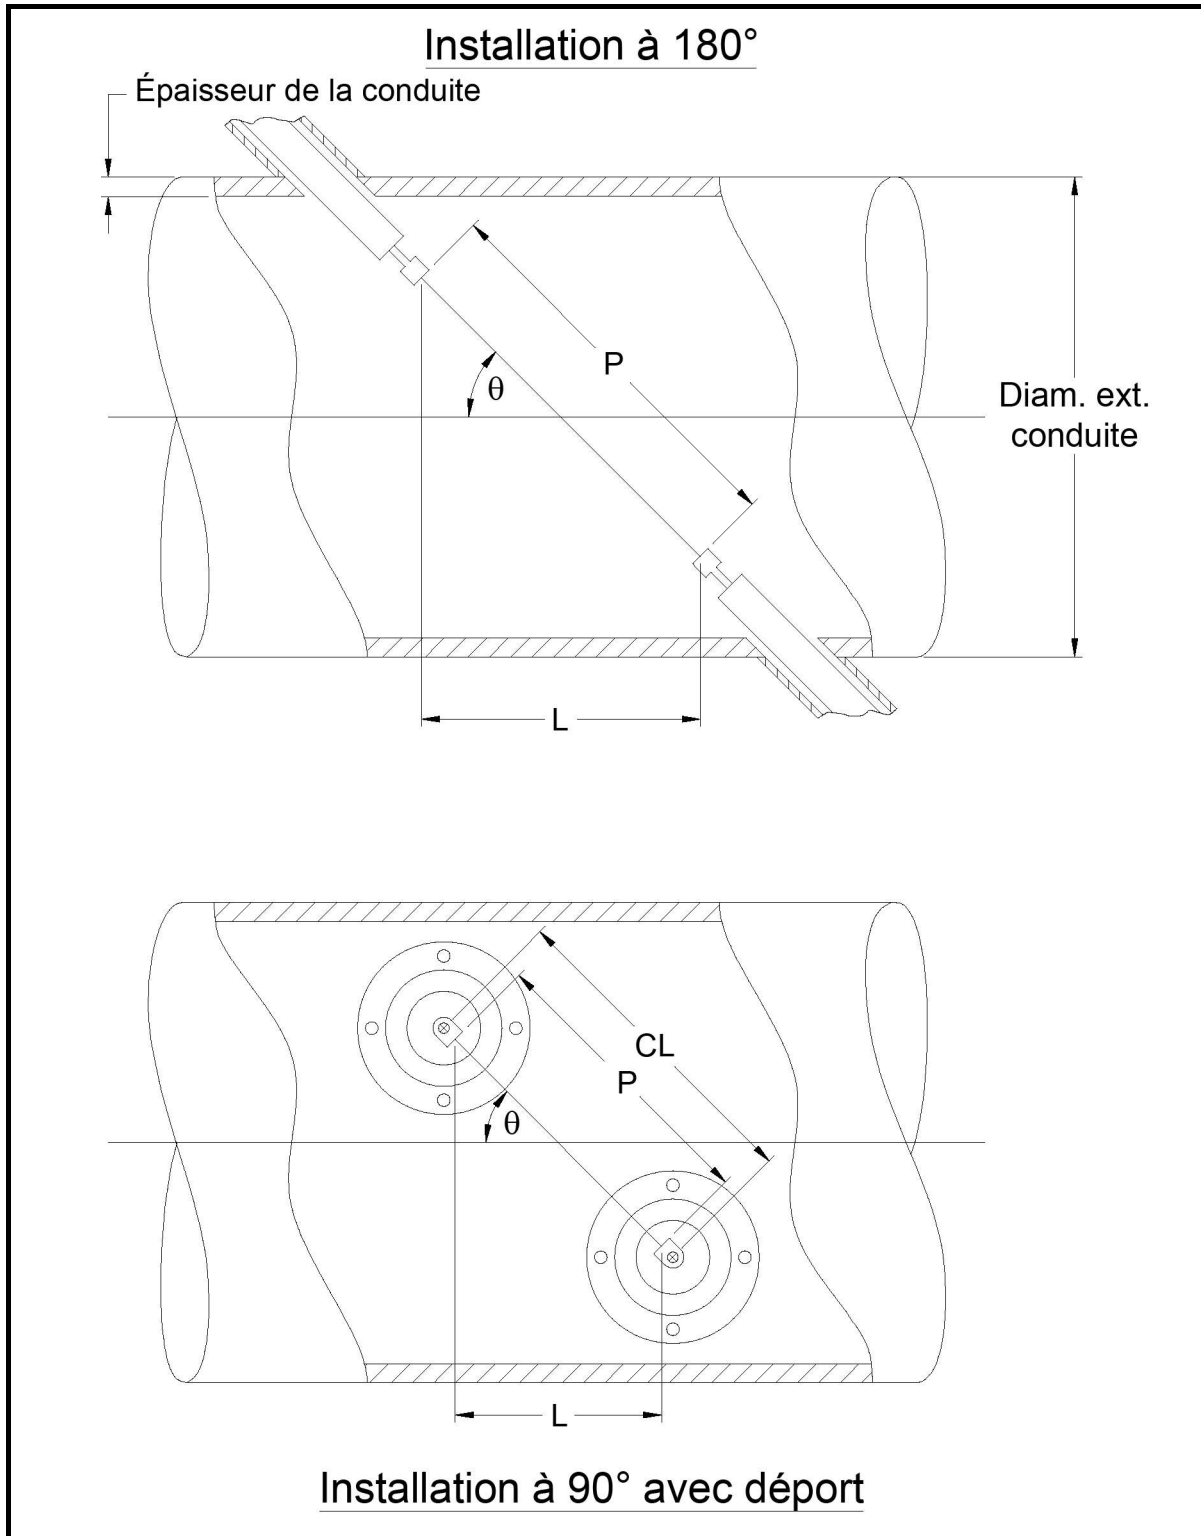

Figure 20: vue de dessus d'installations de transducteurs types
La précision des valeurs P et L programmées est essentielle pour obtenir des mesures de débit précises. Si Panametrics fournit la cellule débitmétrique pour le système, les valeurs correctes seront incluses dans la documentation livrée avec le système. Pour les transducteurs installés sur une conduite existante (voir Figure 20 à la page 64), P et L doivent être mesurés sur site. Cette annexe fournit des instructions qui vous permettront de déterminer correctement ces dimensions.
Chaque fois que possible, mesurez physiquement la distance face à face (P) et la distance axiale (L) entre les centres des faces plates des transducteurs. Pour une illustration des distances correctes à mesurer dans une installation type, reportez-vous à la *Figure 20 à la page 64*.
Lorsque les transducteurs sont installés selon un angle de 90° , il arrive parfois que les seuls paramètres connus soient l'angle des transducteurs (θ) et la distance au centre entre les corps des transducteurs (CL). Dans ces cas, il est toujours possible de calculer les valeurs P et L en combinant l'*équation C-1* ci-dessus à l'*équation C-2* supplémentaire ci-dessous (voir Figure 20 à la page 64):